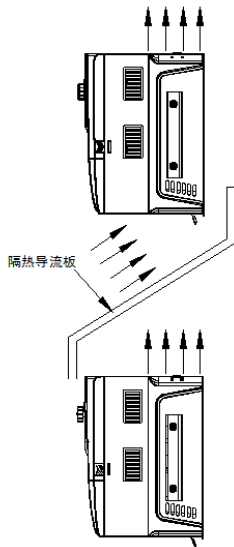

图3-2. ASB630/ASB630S变频器安装示意图
- 1) 请垂直安装变频器，便于热量向上散发。但不能倒置。若柜内有较多变频器时，最好是并排安装。在需要上下安装の場合，请参考图3-2的示意，安装隔热导流板。